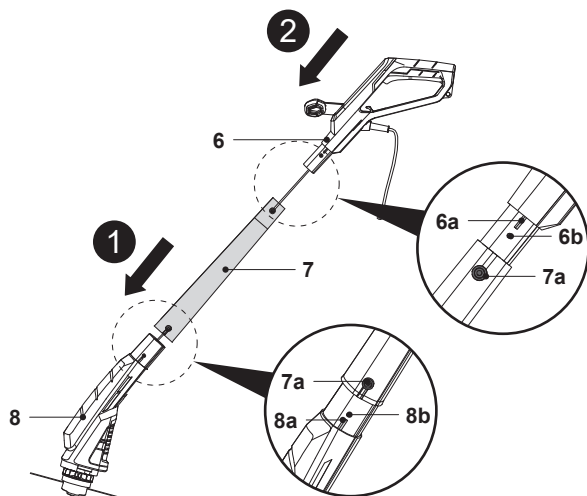

Fig. 1
1. Aligner et faire glisser la glissière de la perche centrale (7) sur l'ergot (8a) de la perche inférieure (8). Insérer complètement la perche centrale (7) et s'assurer que les trous de vis (7a, 8b) sont bien alignés (Fig. 1, étape 1).
2. Aligner et faire glisser l'ergot (6a) de la perche supérieure (6) sur la glissière de la perche centrale (7). Insérer complètement la perche supérieure (6) et s'assurer que les trous de vis (6b, 7a) sont bien alignés (Fig. 1, étape 2).